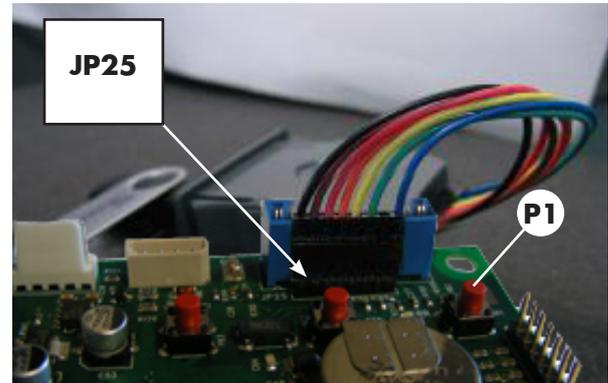
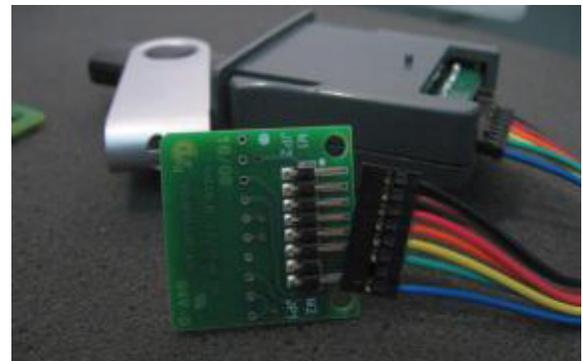
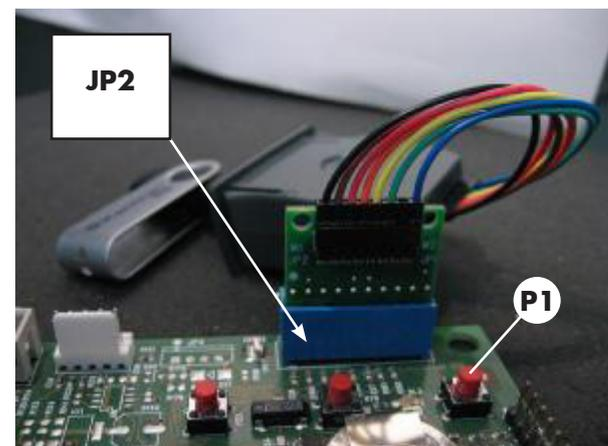

Abb. 95
Abb. 96
Abb. 97
- sollte auf der CPU der Steckverbinder JP25 nicht vorhanden sein, ist auch ein Schnittstellenkreislauf erforderlich (Abb. 96).
- die Verkabelung des VDRIVE2 an die Karte CPU (Steckverbinder JP25 Abb. 95 oder alternativ an den Schnittstellenkreislauf (Abb. 96) anschließen;
- den Schnittstellenkreislauf an den blauen Stecker der Karte CPU (JP2) anschließen (Abb. 97);
- die Taste **P1** (Abb. 95 - Abb. 97) auf der CPU gedrückt halten;